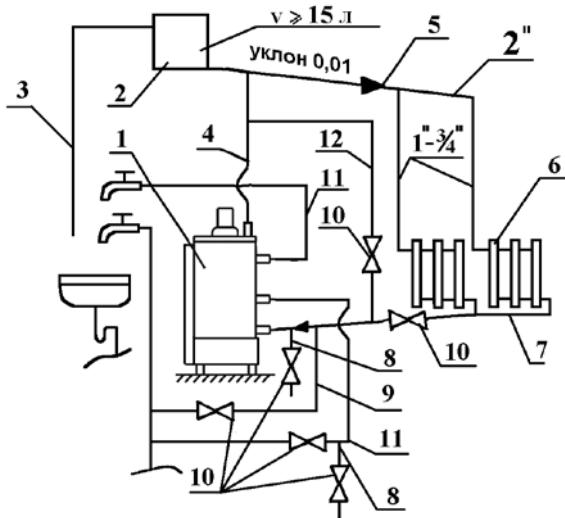

Рис.6 Схема системы отопления и горячего водоснабжения.
6.13. Заполните систему отопления водой. Контроль заполнения системы отопления осуществляется по трубе сигнальной 3 (Рис.6). Категорически запрещается установка запорной арматуры на стояке, идущем от аппарата. В целях исключения нарушения прочности и плотности аппарата при заполнении и подпитке системы отопления не допускать превышения давления перед аппаратом более 150 кПа (1,5 кг/см²).
6.22. При длительном отборе горячей воды рекомендуем: для повышения температуры и объема горячей воды предварительно установить ручку управления 1 (Рис.2) на температуру $80^{\circ}\text{C} \div 85^{\circ}\text{C}$ и закрыть вентиль 10 (Рис.6) на магистрали обратной воды 7 в системе отопления. После окончания забора горячей воды открыть вентиль 10 (Рис.6) на магистрали обратной воды 7 для восстановления циркуляции воды в системе отопления и установить ручку управления 1 (Рис.2) на требуемую температуру.
6.23. На летний период закрыть вентиль 10 (Рис. 6) на магистрали обратной воды 7 и открыть вентиль 10 на магистрали 12. На осенне-зимний период вентиль 10 на магистрали 12 закрыть, а вентиль 10 на магистрали 7 открыть.
8.4. В случае прекращения работы аппарата в зимнее время на продолжительный срок (свыше суток) полностью слейте воду из системы отопления и системы горячего водоснабжения через вентили 10 сливных магистралей 8 (Рис.6) во избежание ее замерзания.